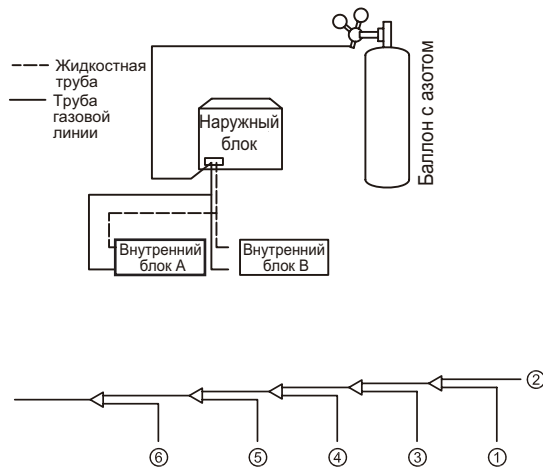

Рисунок 5.28
8. Точно так же продуйте другие отверстия, двигаясь последовательно от внутреннего блока А к наружному блоку. См. Рисунок 5.28.